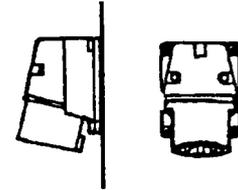

Bild 44 CEE-Stiftstecker.
- 133\*** 32 A, 380-415 V, 3 Phasen + Schutzerde (siehe Bild 44).
- 136\*** 32 A, 380-415 V, 3 Phasen + Nulleiter + Schutzerde (siehe Bild 44).